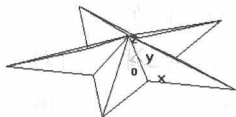

图 1-6 绘制五角星的空间线架
4) 绘制五角星的空间线架。在构造空间线架时, 我们还需要五角星的一个顶点, 因此需要在五角星的高度方向上找到一点 $(0, 0, 20)$, 以便通过两点连线实现五角星的空间线架构造。使用曲线生成工具栏上的“直线”按钮, 在特征树下方的立即菜单中选择“两点线”、“连续”、“非正交”, 用鼠标点取五角星的一个角点, 然后单击回车键, 输入顶点坐标 $(0, 0, 20)$, 同理, 作五角星各个角点与顶点的连线, 完成五角星的空间线架, 如图 1-6 所示。